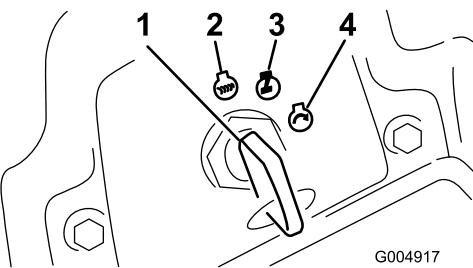

図 18
6. キーを RUN 位置に回す (図 18)。
- キーを OFF 位置に回す（図 18）。すべての部分が完全に停止してから運転席を立つ。